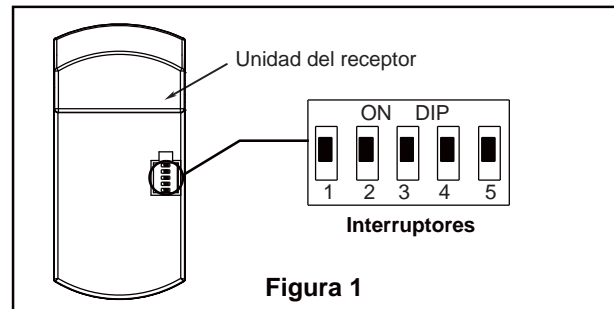

Figura 1
1. Extraiga la pieza de la bola colgante de la unidad de la bola colgante / varilla aflojando el tornillo de presión de la bola colgante hasta que la bola se libere de la varilla. Retire el pasador del barral y luego extraiga la semiesfera. Conserve el pasador y la semiesfera para su reinstalación en el Paso 6 (Figura 1).
Para evitar una posible descarga eléctrica, asegúrese de cortar la alimentación eléctrica de la caja de fusibles principal antes de colgar el ventilador. (Figura 1)
1. Para configurar el código de unidad del receptor. Deslice los interruptores de código a las mismas posiciones que en el transmisor. (Figura 1)
1. Extraiga una de los tornillos de hombro en el soporte del gancho. Afloje el segundo tornillo de hombro sin extraiga completamente. Instale la cubierta rotando la ranura clave en la cubierta sobre el tornillo de hombro del soporte del gancho. Fije el tornillo de hombro. Instale adecuadamente y fije el segundo tornillo de hombro que fue anteriormente guardado. (Figura 1)